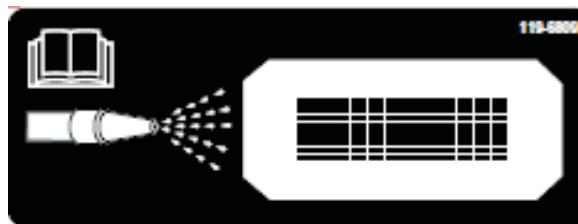

**Figure 56**
5. Déposez le racleur de nettoyage de la bande à l'arrière de la machine (Figure 56).